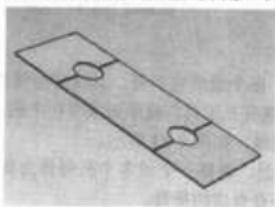
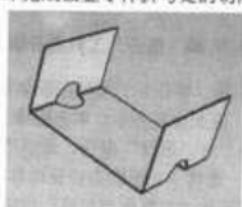

图 8-45 在折弯处绘制草图
图 8-46 钣金零件折弯处的切除
- (1) 在现有的钣金零件上展开钣金。
- (2) 在零件的平坦面上打开一张草图，并绘制如图 8-45 所示的草图形状。
- (3) 单击特征工具栏中的 (拉伸切除) 工具，或单击菜单栏中的“插入”→“切除”→“拉伸”命令，在“终止条件”选项框中选择“完全贯穿”，单击 (确定) 按钮。
- (4) 将零件恢复到折叠的状态，如图 8-46 所示，即完成钣金零件折弯处的切除。